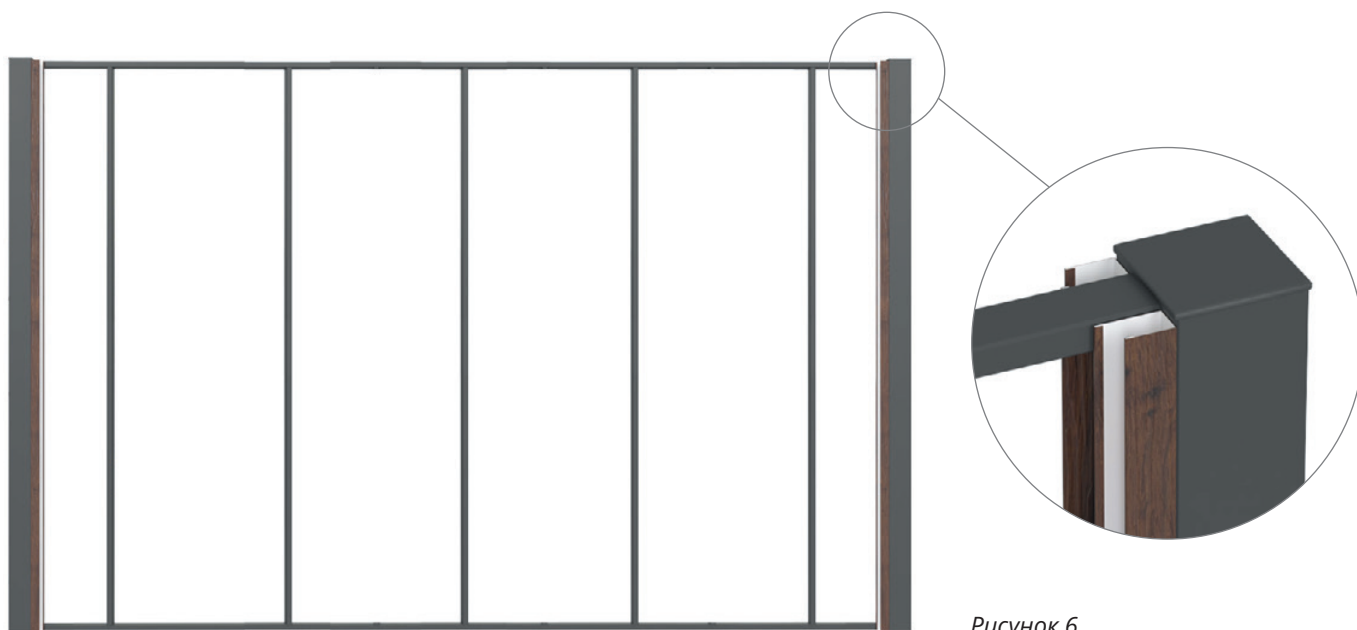

Рисунок 6
1. Закрепите к столбам боковые планки. Планки крепите саморезами ПШС 4,2x16 через каждые 400-500 мм во внутреннюю полку (рис. 6).